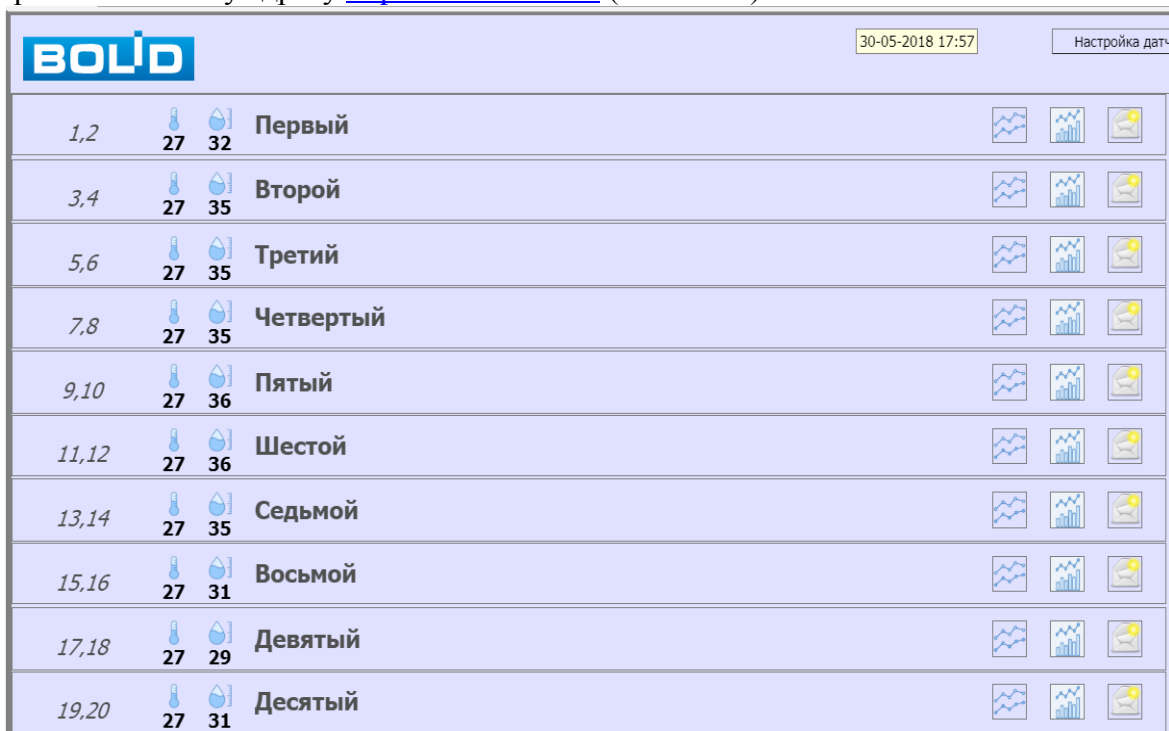

Рис.3. Начальный вид окна просмотра параметров температуры и влажности в браузере
5.3 Данные по температуре и влажности в измеряемых точках доступны для просмотра на компьютере пользователя (лей) по сети ETHERNET любым (кроме Internet Explorer) браузером по сетевому адресу <http://192.168.0.50/> (см. Рис. 3).
6.1.3.1 Для изменения параметров датчиков необходимо в начальном окне просмотра Рис. 3 нажать кнопку «Настройка датчиков», после чего открывается окно, представленное на Рис. 6.